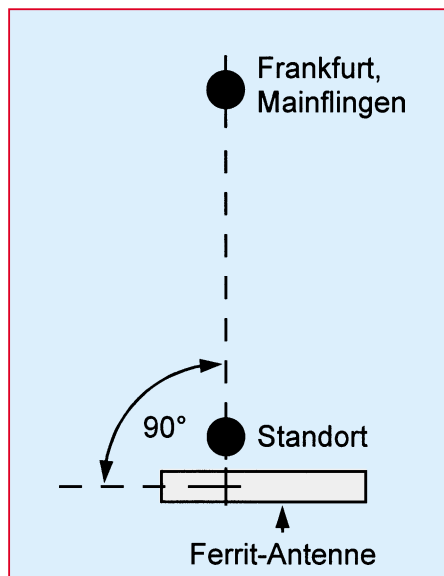

Bild 2: Ausrichtung der Aktiv-Antenne
- Durch den Einsatz einer Ferritantenne mit ausgeprägter Richtcharakteristik ergeben sich in bezug auf die Ausrichtung optimale Empfangsergebnisse, wenn sich der Ferritstab der Empfangsantenne in einem 90°-Winkel zur gedachten Linie befindet, die den eigenen Standort mit Frankfurt/Mainflingen verbindet (Abbildung 2).